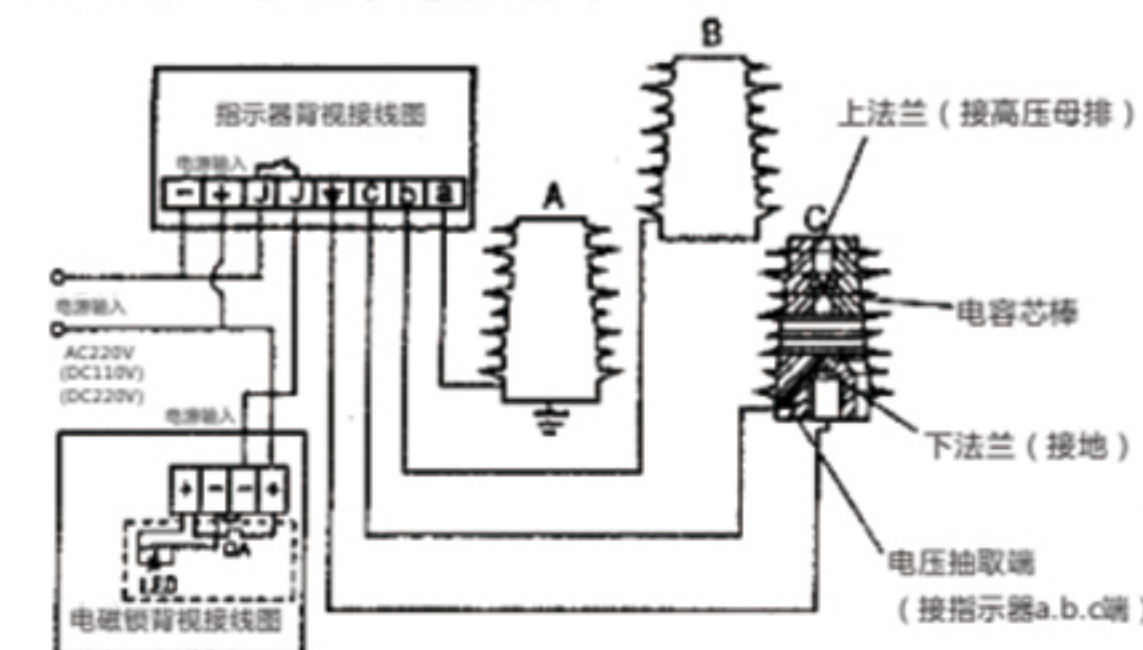
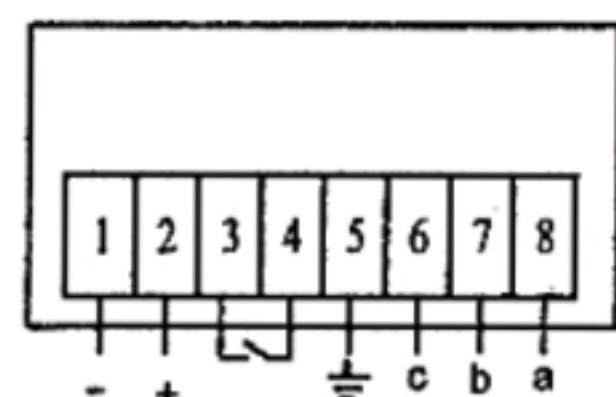

图6
图9
① ② ③ ④ ③额定电压等级 ④指示器规格（详见表一）
**T型电压指示器：**当高压端电压在额定相电压 15%~<65%，指示灯开始分别指示高压端带电状况；（与电压传感器配套使用接线图见图6、图9）。